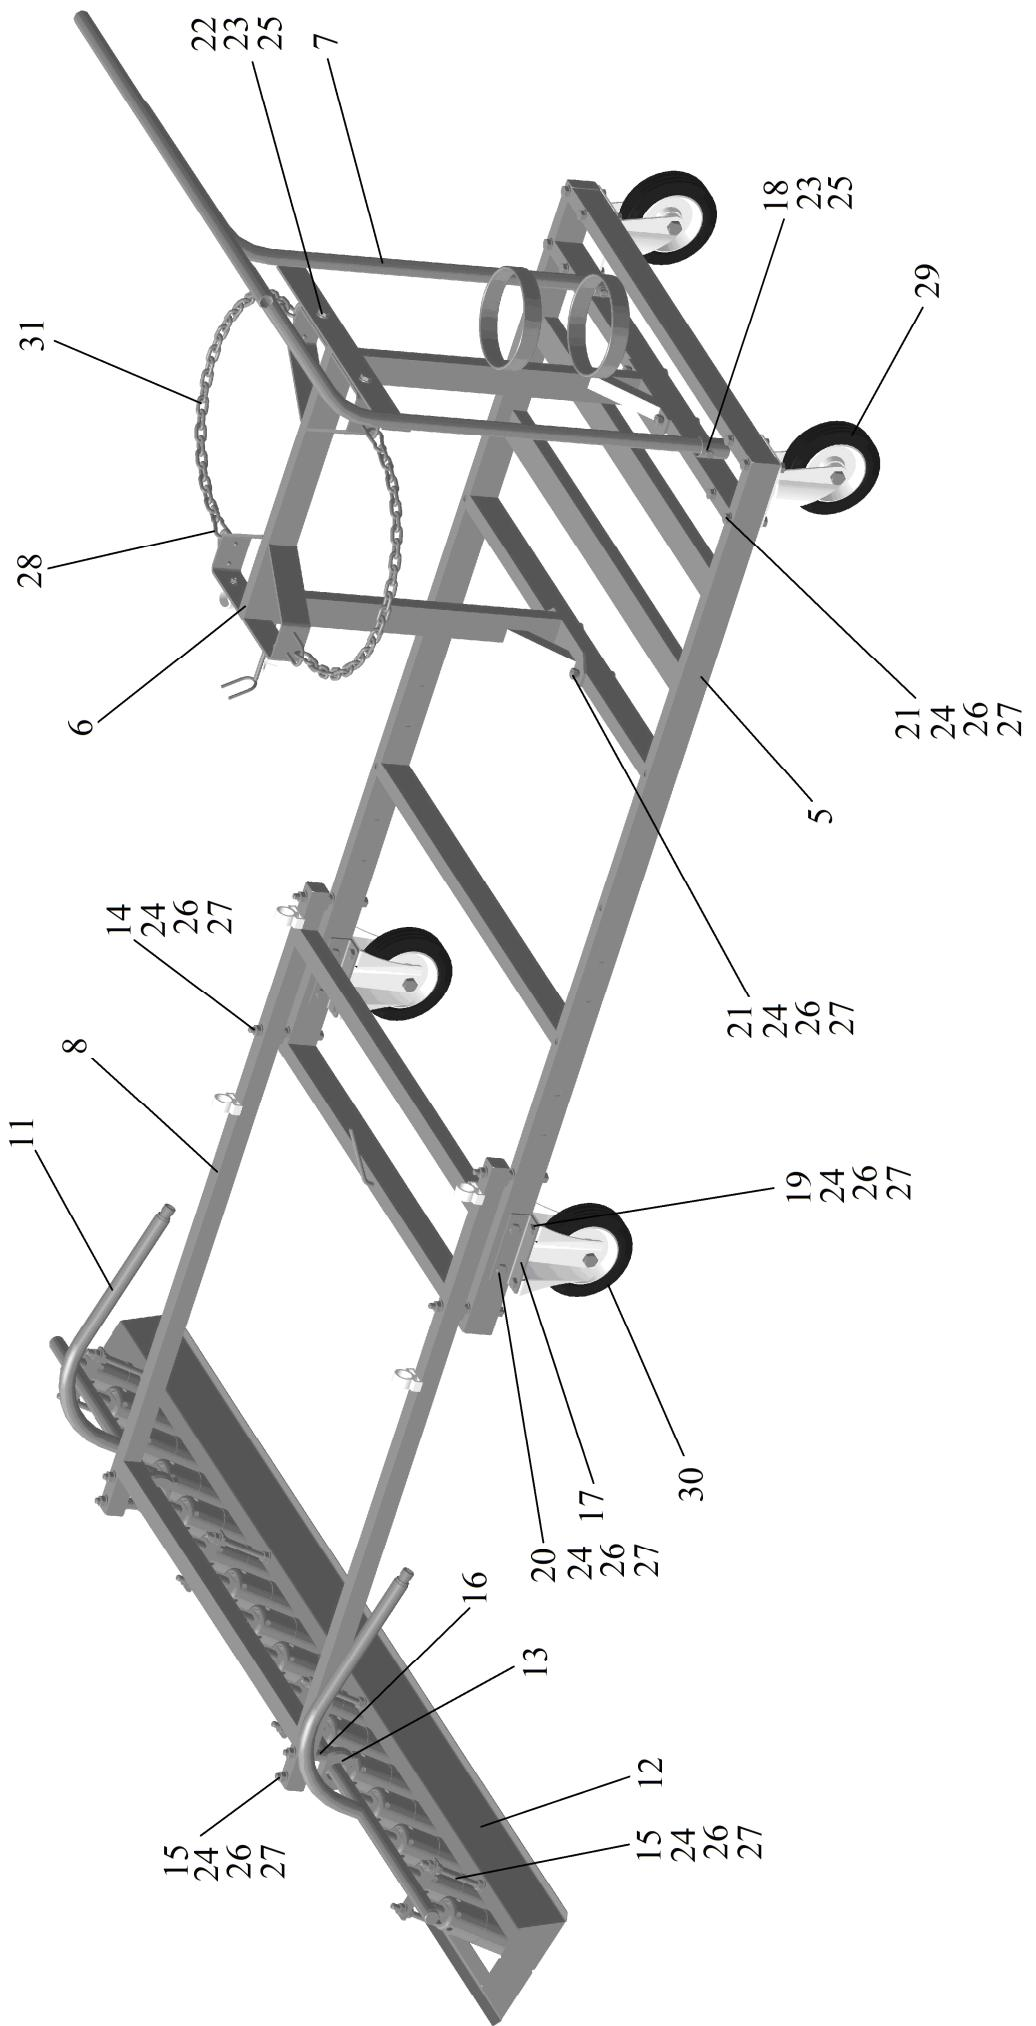

Рис.2 Тележка установки ГВ-Л1300 с горелкой
4.5 Порядок сборки установки ГВ-Л1300 (см. рис.2, Приложение А).